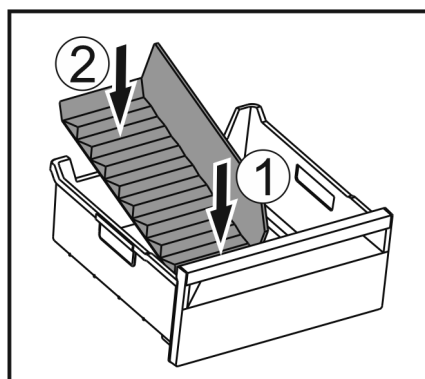

Fig. 250
- ▶ Vorderen Teil des Eisfach-Trenners einsetzen. Fig. 250 (1)
- ▶ Hinteren Teil des Eisfach-Trenners bis zum Schubfachboden absenken. Fig. 250 (2)